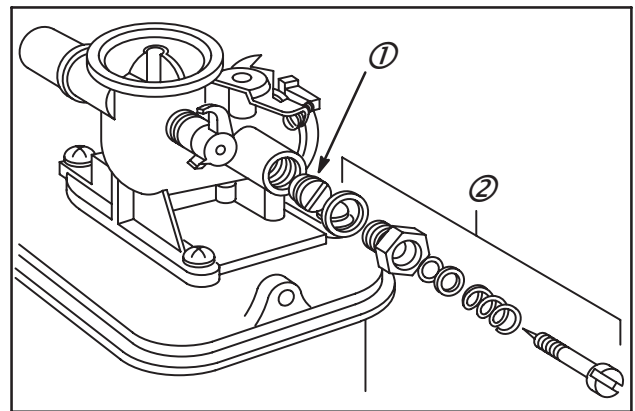

Fig. 48
Pose de l'ensemble pointeau, Type à visser (Fig. 48)
1. Poser le siège de la vis de richesse (1) sans créer de bavure dans le logement.
3. Placer l'ensemble pointeau (2), Fig. 48.